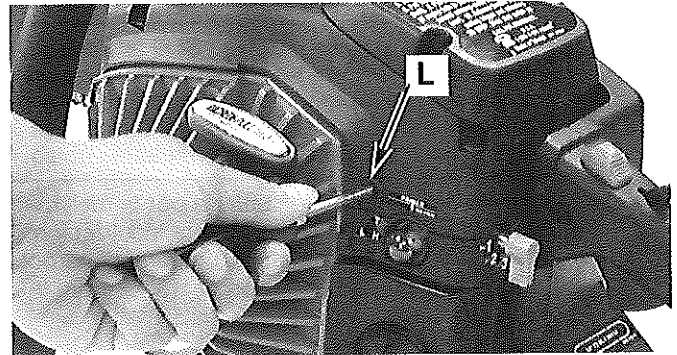
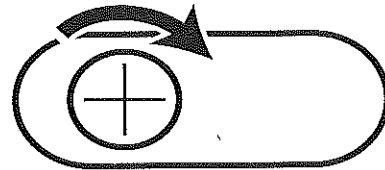

Fig. 8
Fig. 9
10. Si la unidad se ralentizara mucho, dispone de un hueco de ajuste de ralentización (L) (Fig. 8). Gire el tornillo 1/4 o 1/2 en el sentido de las agujas del reloj (hacia la derecha) con un destornillador plano (Fig. 9). La unidad ralentizará adecuadamente.